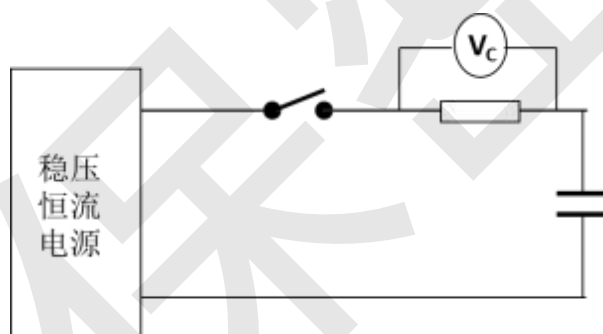

图4 漏电流测试电路图
- 用电压表记录 72h 后保护电阻两端的电压  $U_S$ , 如图 4 所示;